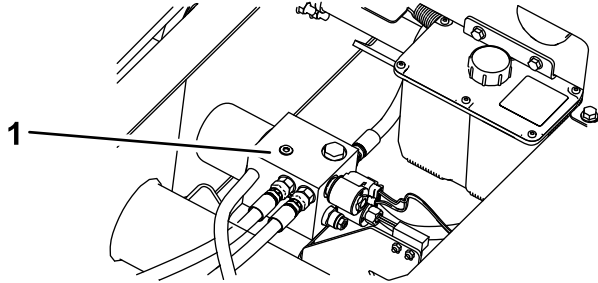

Figura 12
3. Coloque un recipiente grande debajo del bloque de distribución hidráulica (Figura 12).